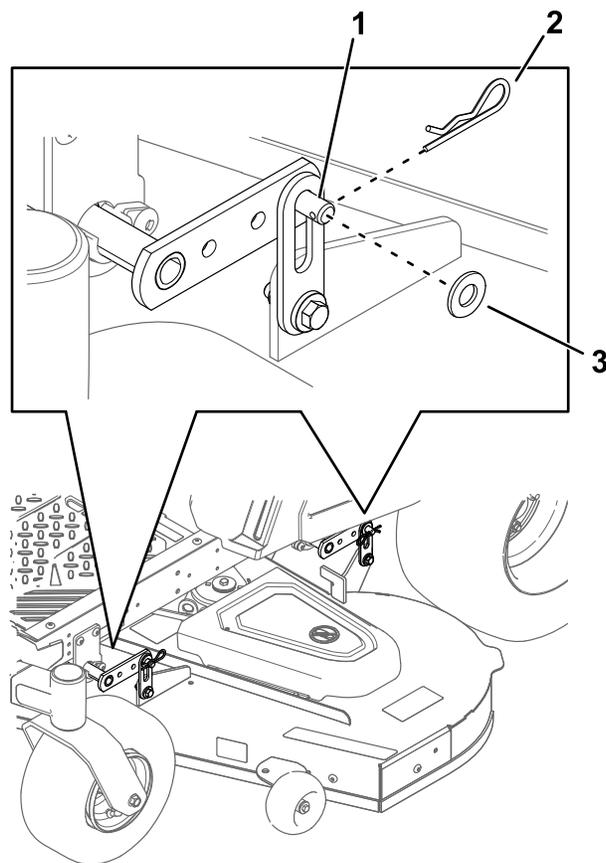

Figura 61
5. En las 4 esquinas de la carcasa, retire la chaveta y la arandela del pasador de la carcasa (Figura 61).
6. Levante la parte trasera de la carcasa de corte y sujete las pletinas de suspensión traseras a los pasadores traseros de la carcasa (Figura 61).
7. Sujete las pletinas de suspensión delanteras a los pasadores delanteros de la carcasa (Figura 61).
8. Sujete los pasadores de la carcasa con las chavetas y las arandelas que retiró anteriormente (Figura 61).